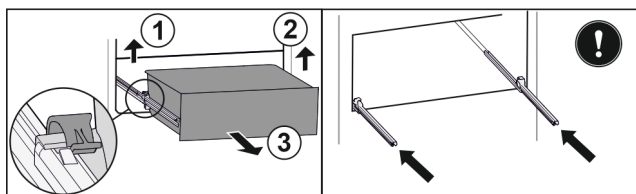

Fig. 91
- ▶ Podnieść lewy zacisk i wysunąć jednocześnie szufladę po lewej do przodu. Fig. 91 (1)
- ▶ Podnieść prawy zacisk i wysunąć jednocześnie szufladę po prawej do przodu. Fig. 91 (2)
- ▶ Wyjąć szufladę do przodu. Fig. 91 (3)